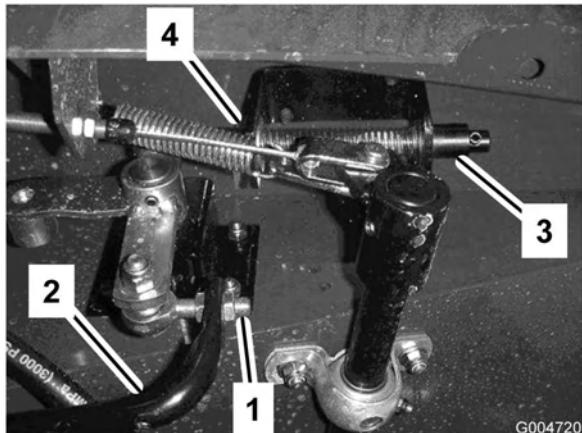

Bild 69
3. Füllen Sie den Tank (Bild 69) mit ungefähr 30 l Hydrauliköl, siehe „Prüfen der Hydraulikanlage“.